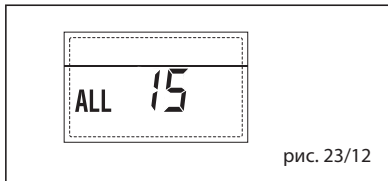

рис. 23/12
– **НЕПОЛАДКА ВНЕШНЕГО ДАТЧИКА “МИГАЛКА” (рис. 23/13)**